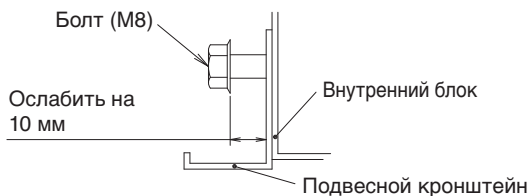
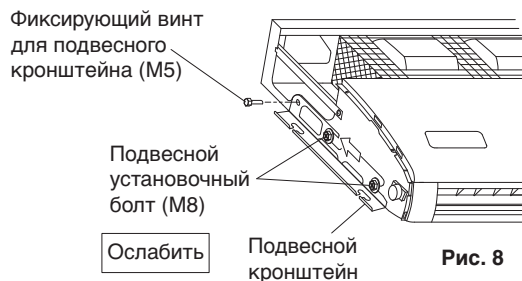

Рис. 7
Рис. 8
- Откройте смотровое отверстие со стороны ввода проводки на задней или верхней поверхности и установите пластиковую изоляционную трубку (10).
- С обеих сторон отверните по 2 болта (M8) (всего 4 справа и слева) на 10 мм для установки подвесного кронштейна. (См. рис. 7 и рис. 8)
- Выверните фиксирующие винты (M5) для подвесного кронштейна из задней части. Чтобы снять подвесной кронштейн, потяните его назад (в направлении, указанном стрелкой). (См. рис. 8)